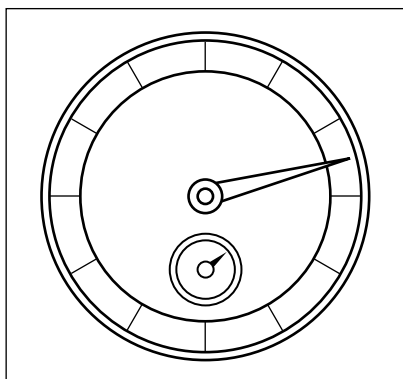
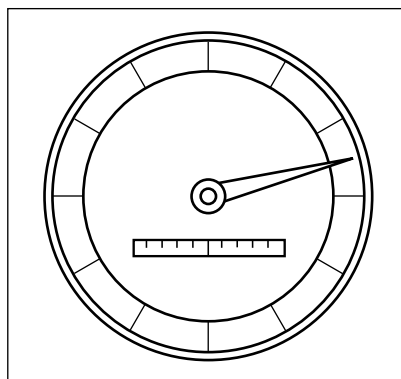

Рис. 1
Рис. 2
■ **Задача 1.2.** Авиационный высотомер (альтиметр) работает, измеряя падение давления с высотой. В сущности, это обычный барометр, но шкала градуирована в единицах длины (высоты). Высотомер имеет две круговые шкалы (рис. 1): большая шкала показывает метры, малая — километры. Пилоты часто путали шкалы. Поэтому инженеры-психологи решили установить новый высотомер, на циферблате которого километры показывались бы на горизонтальной шкале, а метры — на круговой (рис. 2). Спроектировать такой прибор было поручено высококвалифицированным инженерам. С задачей они справились, но в результате получился сложный механизм с множеством шестеренок и колесиков. Трение в них было столь велико, что точность нового прибора оказалась сведенной на нет. Все попытки уменьшить число шестеренок ничего не дали. Тогда задача была передана человеку, мало знакомому с такого рода проблемами...